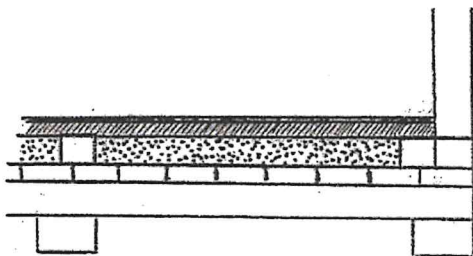

Abb. 3: Aufbau des Fußbodens
4. Gerüste (Ständer) aus Kanthölzern 10 X 10 cm für die Frontwand, die beiden Seitenwände und die Rückwand herstellen. Dabei beim Einfügen der senkrechten Kanthölzer den Einbau der Tür in einer der Seitenwände und den Einbau des Fensters und des Einflugs samt Belüftungsöffnung an der Frontseite berücksichtigen (Abb. 3, 4, 5)